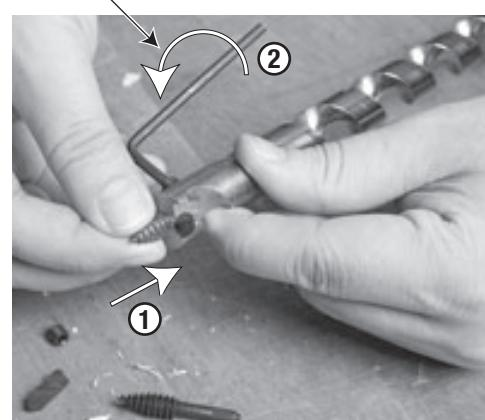

Fig. 4
- (Refer to Fig. 4.) Push the feed screw completely in (1), and rotate it until the flat is aligned with the set screw hole (flat will be visible through the set screw hole). Insert the new set screw and tighten (2) with the provided 1/8" hex key by turning clockwise.
- (Voir Fig. 4) Enfoncer complètement la vis d'avance dans (1), puis la tourner jusqu'à ce que le méplat soit aligné sur le trou de la vis de blocage (le méplat est visible à travers le trou de vis). Introduire une vis de blocage neuve et serrer (2) en tournant la clé Allen de 1/8 pouce dans le sens des aiguilles d'une montre.